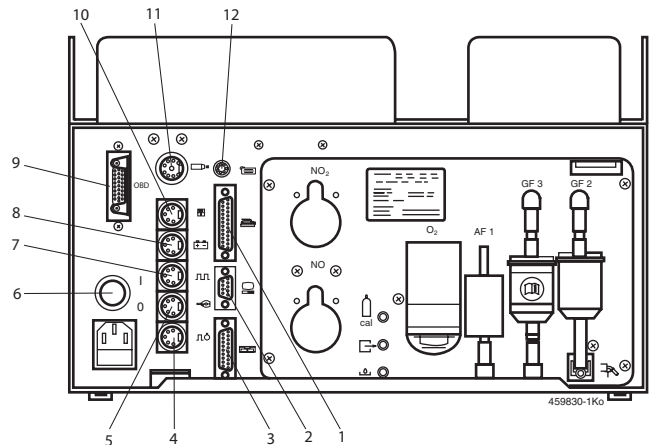

Fig. 2: Złącza BEA 460
1. Włączaj system BEA 460 włącznikiem/wyłącznikiem (fig. 2, poz. 6).